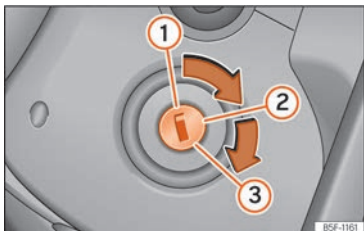

Abb. 233 Positionen des Zündschlüssels
Positionen des Schlüssels »» Abb. 233
- Drehen Sie den Zündschlüssel in Stellung »» **Abb. 233** . Dieselfahrzeuge werden vorgeglüht .
- Drehen Sie den Zündschlüssel weiter in die Stellung »» **Abb. 233**  ohne Gas zu geben.
- *Fahrzeuge mit Zündschloss:* Drehen Sie den Zündschlüssel in Stellung » **Abb. 233** .